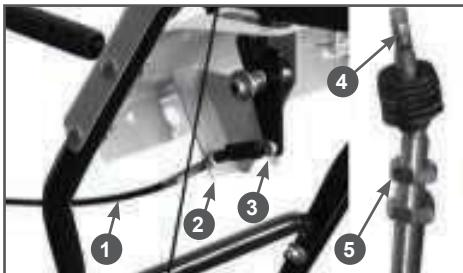

Рис. 15 Установка троса управления дефлектором
9. Подключите трос управления дефлектором к рычагу управления дефлектором (только для ST661). Смажьте наконечник троса 4 и ось 3 рычага управления дефлектором многоцелевой консистентной смазкой CHAMPION EP-0. Установите наконечник троса 4 на ось 3 рычага управления дефлектором и закрепите его шплинтом (Рис. 15). Концы шплинта разогните. Вставьте оболочку троса в кронштейн 2 панели и затяните гайки 5 (Рис. 15). Проверьте управление дефлектором. При перемещении рычага управления дефлектором назад до упора дефлектор должен полностью открываться. При необходимости, с помощью гаек 5 произведите